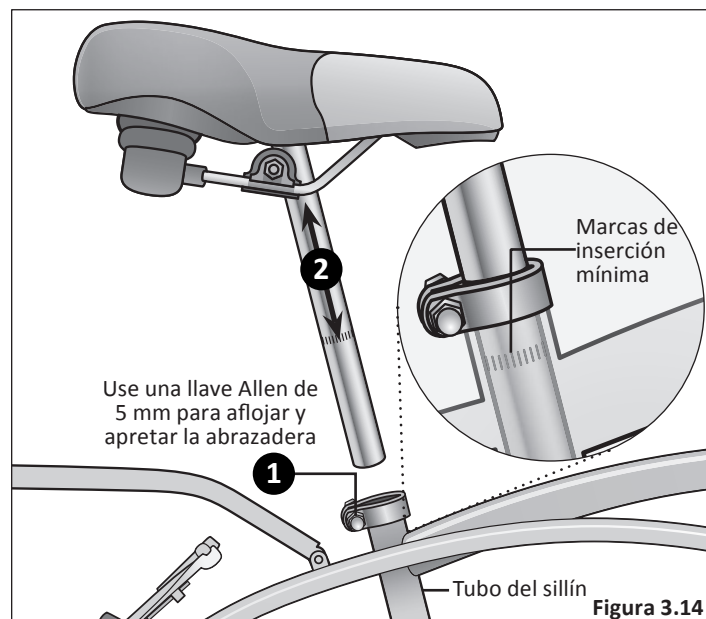

Figura 3.14
- ❶ Afloje el perno de la abrazadera del sillín con una llave Allen de 5 mm e inserte la tija del sillín en el tubo del sillín. **Figura 3.14**
- ❷ Ajuste la altura del sillín hacia arriba o abajo hasta que el ciclista sienta que tiene el control de la bicicleta y esté cómodo.